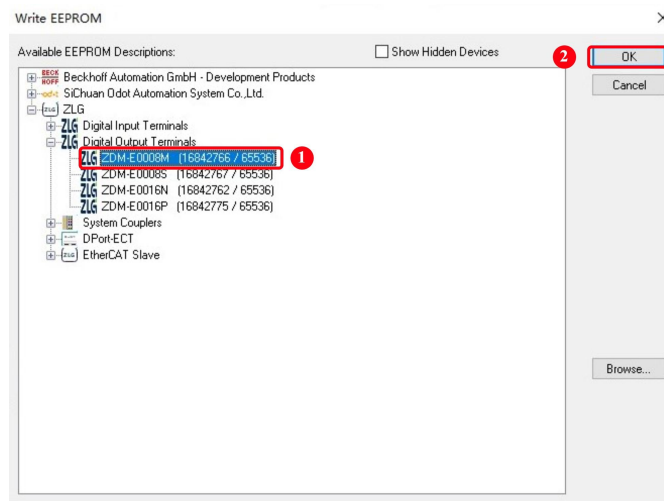

图 7.3 烧录 ESI 文件至 EEPROM
3. 跳转至烧录界面，选中需要烧录的 ESI 文件（此处以 ZDM-E0200QS 为例），点击 OK 即开始烧录对应的 ESI 文件，如图 7.3 所示。